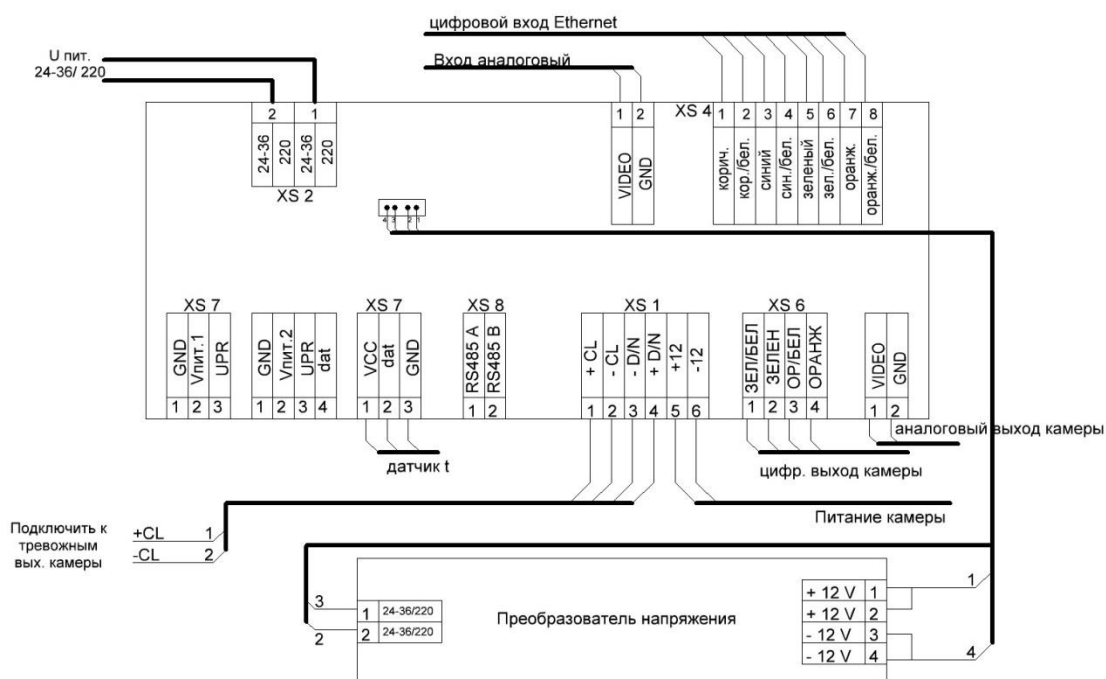

Рисунок 4.3 – Схема подключения термокожуха с напряжением питания 24–36 постоянного/переменного тока или 220 В переменного тока
5. Подключите видеокамеру к электронной плате согласно схеме подключения (Рисунок 4.3, **Ошибка! Источник ссылки не найден.**).
6. Через кабельные вводы заведите питающий и сигнальный кабели, подключите к универсальной плате (Рисунок 4.3, **Ошибка! Источник ссылки не найден.**).